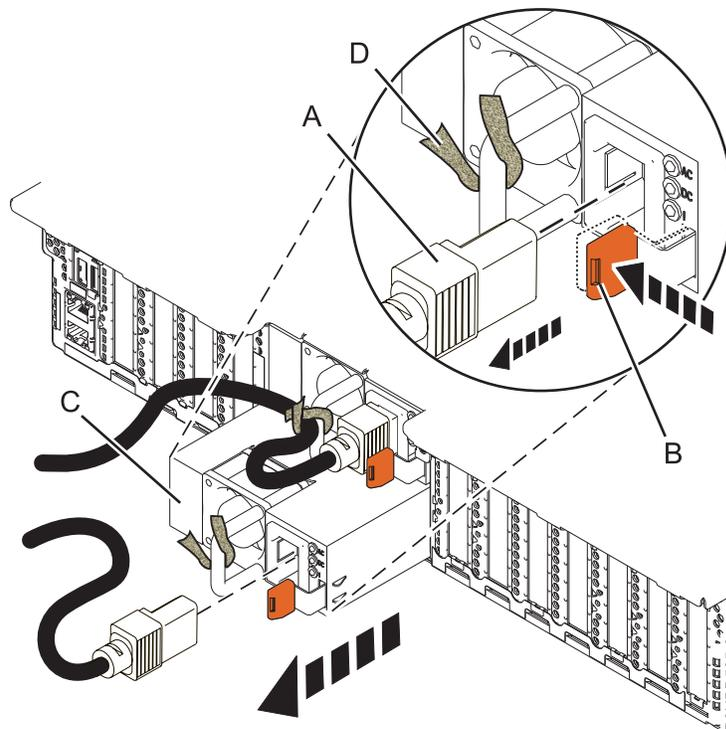

Figure 4. Retrait d'un bloc d'alimentation du système
3. Etiquetez et déconnectez le cordon d'alimentation en tirant sur son extrémité (A) pour l'extraire du bloc d'alimentation dans la direction indiquée dans figure 4, à la page 6.
4. Pour dégager le bloc d'alimentation de sa position dans le système, poussez le taquet de verrouillage terracotta (**B**) dans la direction indiquée dans figure 4.
6. Tirez sur le bloc d'alimentation (**C**) pour l'extraire du système comme illustré à la figure 4.